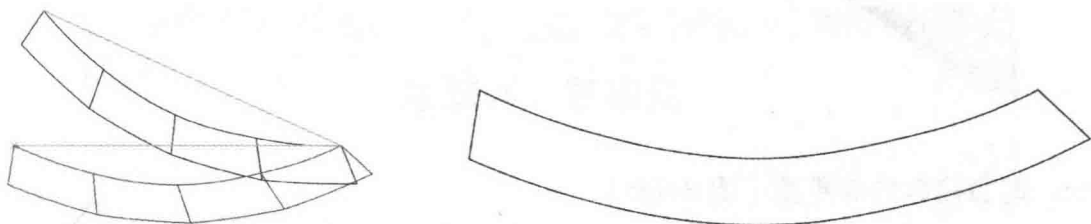

图6-57 腰贴处理步骤4
④选择 【旋转】工具，按着【Shift】键进入【旋转】功能。将腰贴旋转水平（图6-57）。